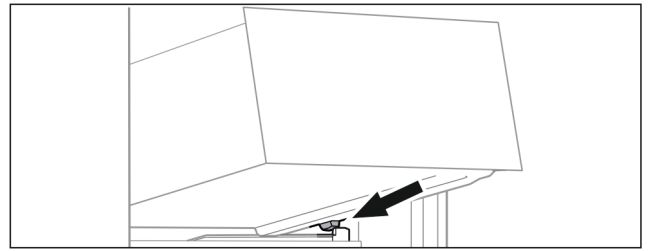

Fig. 71
- ▶ Lade schuin achter de stoppers op containerrib plaatsen. (zie Fig. 71)